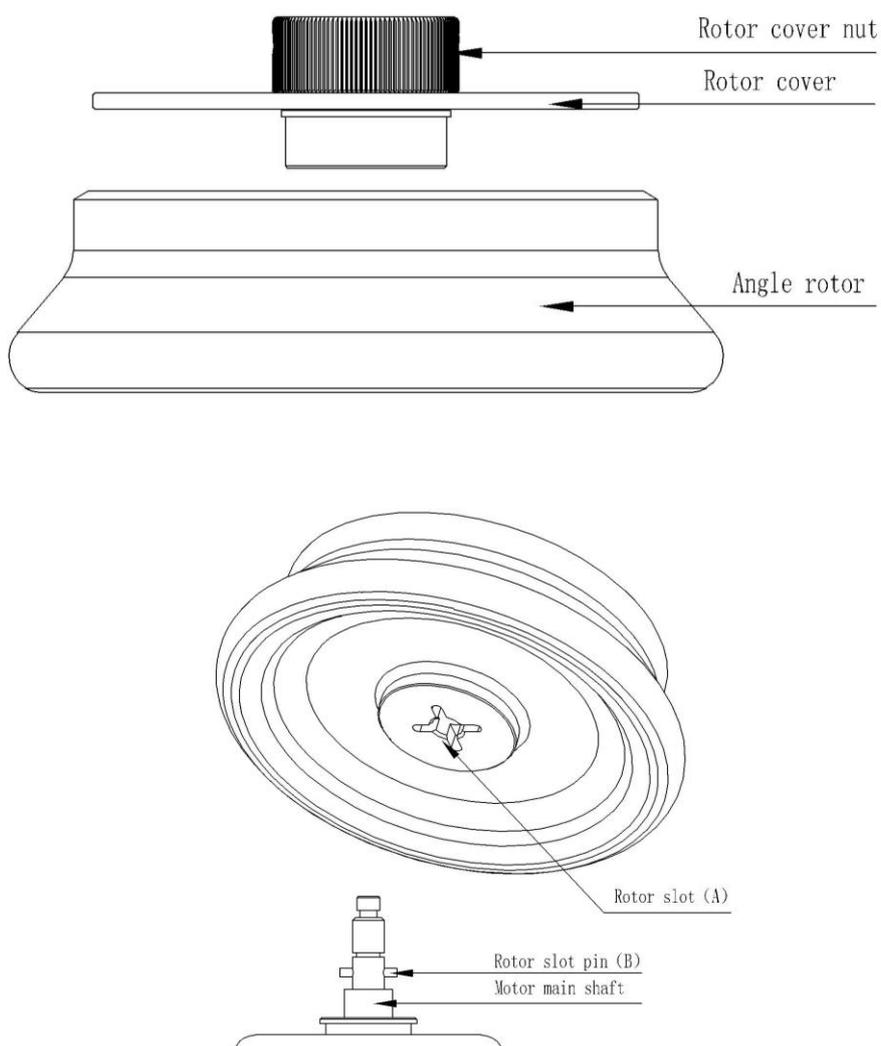
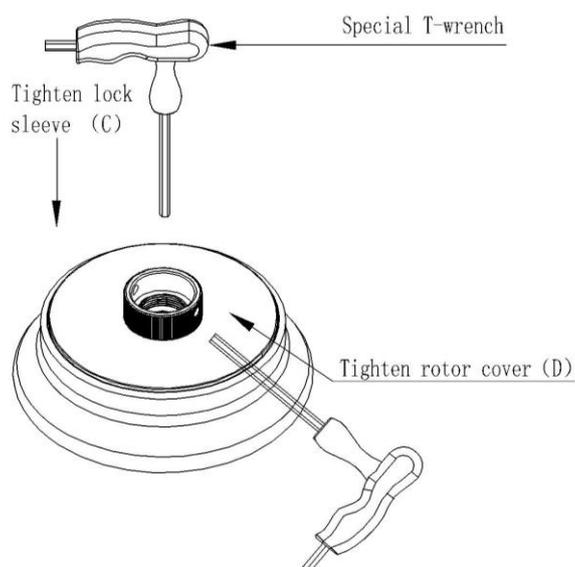

Fig. 5: Schéma d'installation du rotor angulaire A
Fig. 6: Schéma d'installation du rotor angulaire A
Pour l'installation du rotor, procédez de la façon suivante (voir Figures 5 et 6)
- Faites coïncider les rainures de la partie inférieure du rotor avec le système de blocage de l'axe du moteur. (fig. 5). Ajustez l'écrou du rotor, doucement et à la main dans un premier temps, puis à l'aide de la clé hexagonale fournie pour bien fixer le rotor. Pour assurer le couvercle du rotor après avoir introduit les échantillons, pressez fermement l'écrou à la main, et si nécessaire, introduisez la clé hexagonale en mode horizontale (fig.6) pour bien fermer.